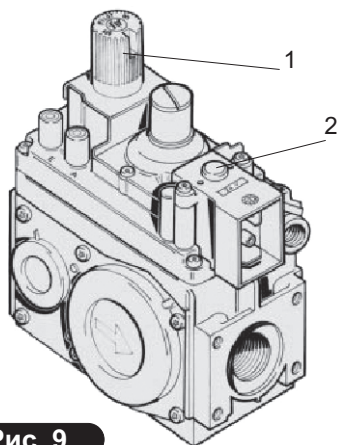

Рис. 9.
7.4.3. Розжиг запальной горелки: нажмите и проверните круглую ручку управления поз.1 рис.9 до положения .